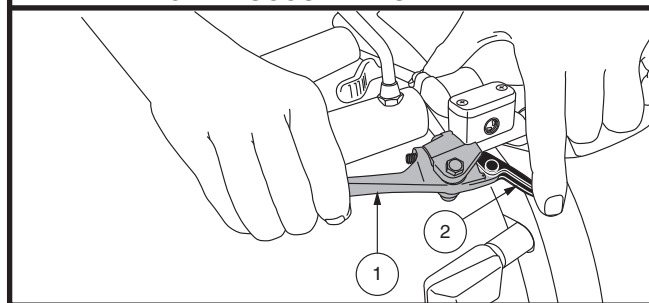

Figura 2. Leva freno a mano e blocco freno (nella posizione bloccata)
- Premere una volta il pulsante **High-Low** per impostare la velocità sulla regolazione alta. L'indicatore High-Low viene visualizzato sullo schermo LCD. **Vedere figura 2.** L'uso di questa impostazione insieme ai pulsanti di regolazione della velocità consente al veicolo di raggiungere la velocità massima pre-programmata.
Questa leva attiva l'arresto di emergenza. In movimento, rilasciare la leva dell'acceleratore e tirare delicatamente la leva del freno a mano per fermarsi. L'efficacia del freno a mano può essere modificata stringendo o allentando la vite di arresto situata sulla leva del freno a mano. **Vedi figura 2.**
Il freno a mano si può bloccare e utilizzare come freno di parcheggio tirando completamente la leva e attivando il blocco del freno. **Vedere figura 2.** Per rilasciare il blocco del freno, tirare completamente il freno a mano.
Il pannello di controllo LCD offre comode informazioni intuitive tramite lo schermo LCD. **Vedere figura 2.** Lo schermo LCD si utilizza anche per l'attivazione delle diverse impostazioni del pannello di controllo. **Vedere grafico 1.**